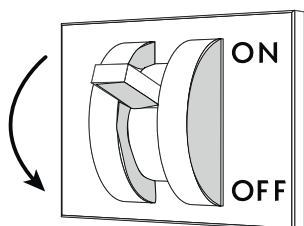

Fig. 56
- Couper la tension électrique au meuble réfrigéré en intervenant sur l'interrupteur-sectionneur général mural ("Fig. 56").